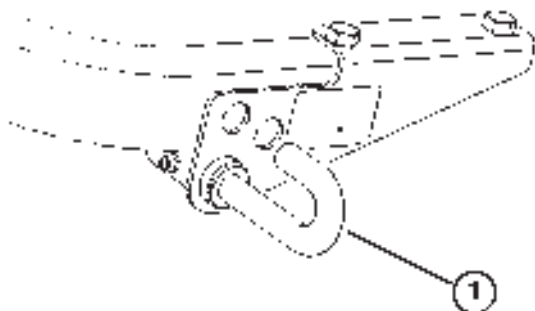

Figure 14
**LEVIER DE BLOCAGE DE TONTE** (Fig. 14)—Il permet de verrouiller la pédale de tonte et d'éviter ainsi tout démarrage accidentel des unités de coupe. Pour le